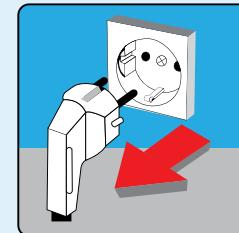

FIGURA 9
- Togliere il tappo dal potere del loro prodotto. (Figura 9)